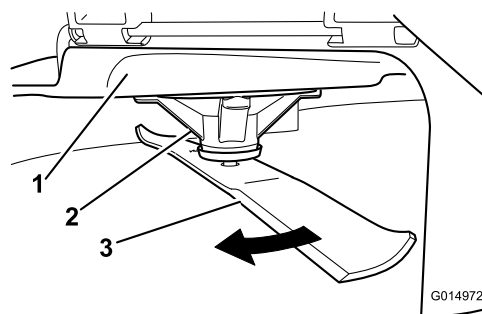

Figura 62
2. Indossando guanti dalla spessa imbottitura o altre protezioni idonee per le mani, ruotate lentamente la lama in una posizione che consenta di misurare la distanza tra il bordo di taglio e la superficie piana su cui si trova la macchina (Figura 62).